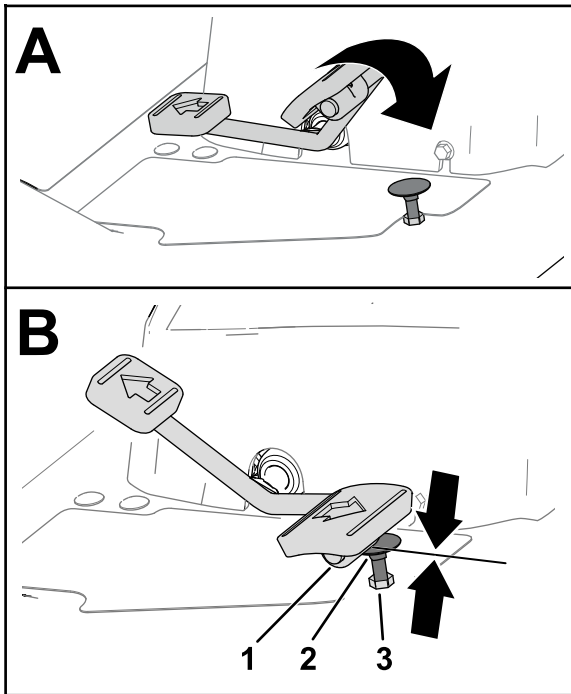
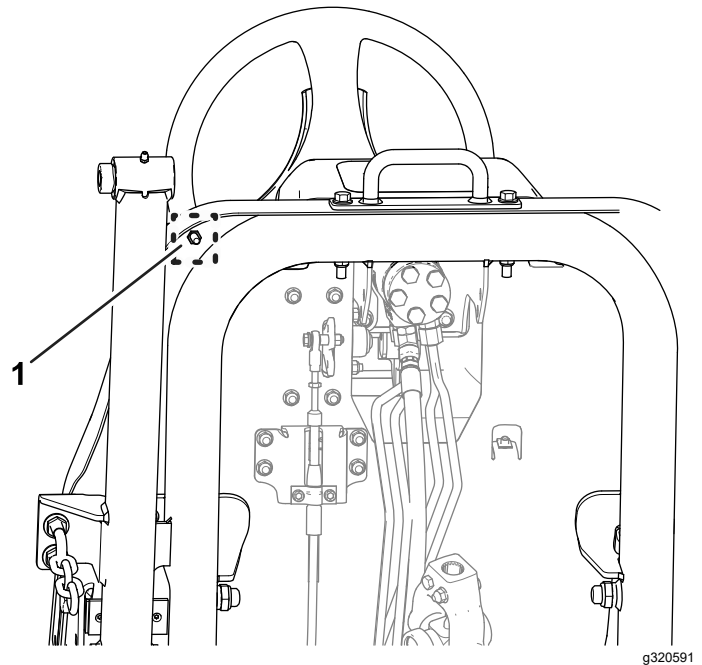

Figura 81
Figura 82
1. Spostate completamente in avanti il pedale di trazione (Figura 81).
- A. Fissate l'arresto del pedale di trazione (Figura 81) con una chiave.
- B. Allentate il controdado nella parte inferiore della piastra di appoggio del piede (Figura 82).
- C. Spostate completamente in avanti il pedale di trazione (Figura 81).
- D. Mantenendo fisso l'arresto del pedale di trazione, regolate il controdado sopra la piastra di appoggio del piede (Figura 81) fino a quando il pedale della trazione non viene a contatto con l'arresto.
- F. Mentre tenete fisso l'arresto del pedale di trazione, serrate il controdado nella parte inferiore della piastra di appoggio del piede (Figura 81 e Figura 82) a 37–45 N·m.